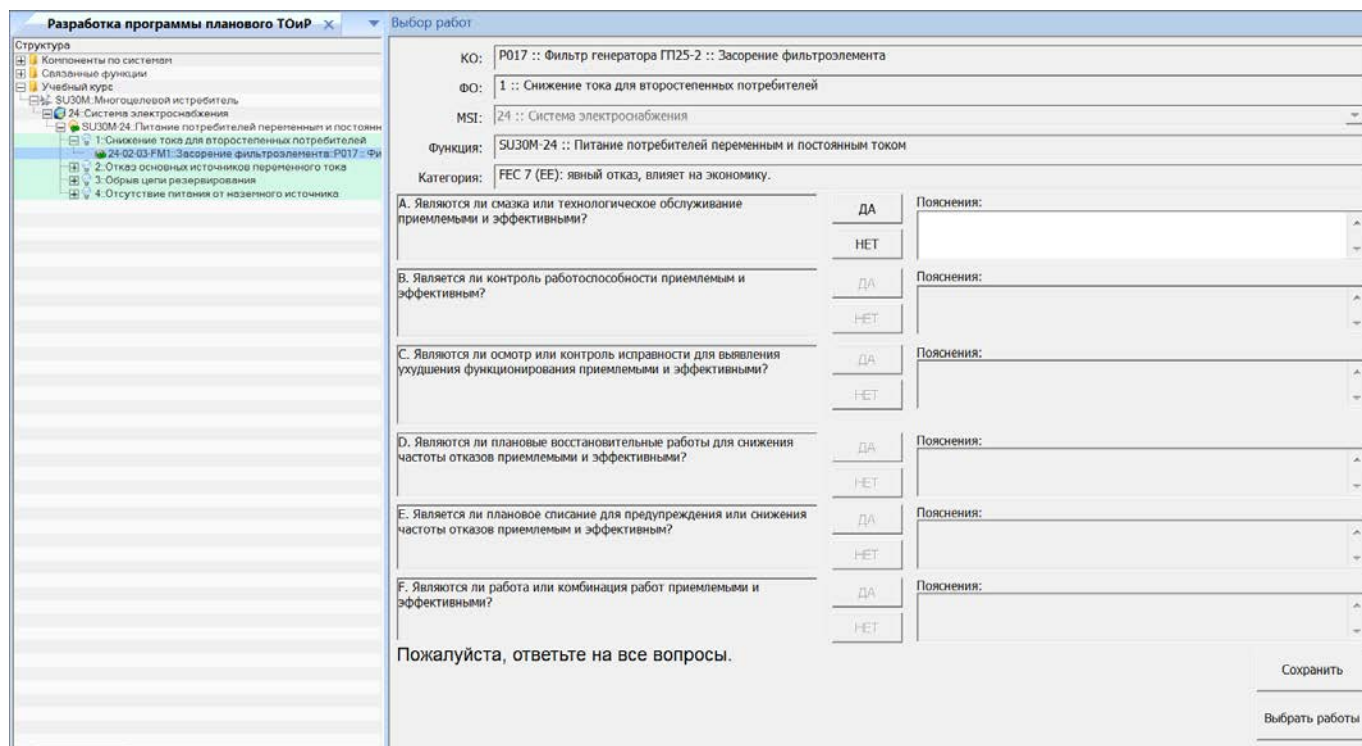

Рис. 11-24 – Окно для определения видов работ
3) В результате откроется окно «Выбор работ» (1 на рис. 11-24).